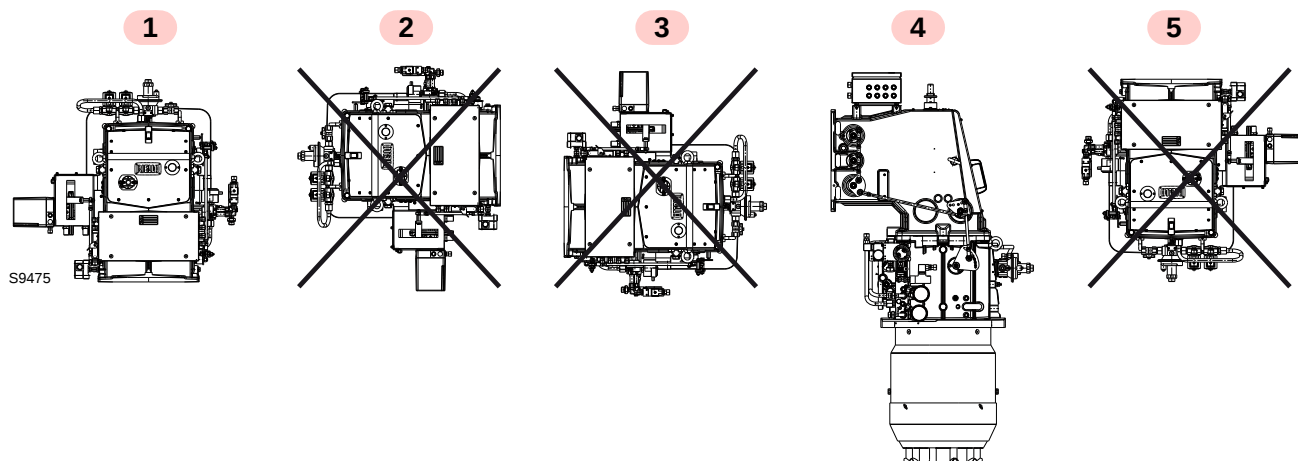

Fig. 12
- Il bruciatore è predisposto esclusivamente per il funzionamento nelle posizioni **1** e **4** (Fig. 12).